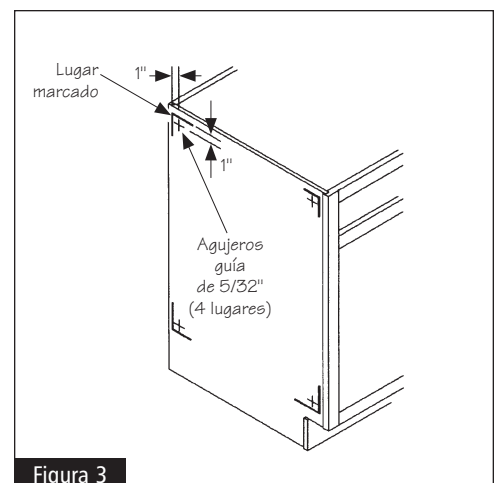

Figura 3
**3** Saque la puerta y mida una pulgada hacia el interior desde las esquinas que han sido marcadas en el panel lateral en el paso 2. Con una broca de diámetro de 5/32", haga los agujeros guía a través del panel lateral del gabinete en los lugares marcados. Vea la figura 3.